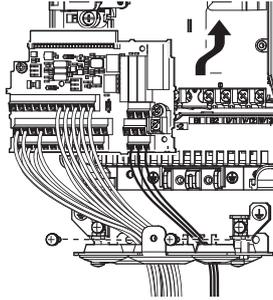

图 76 变频器的更换 (端子排的安装)
1. 完成主回路的接线后，请按照图 76 将拆装式端子排切实插入插口，并用固定螺丝固定。